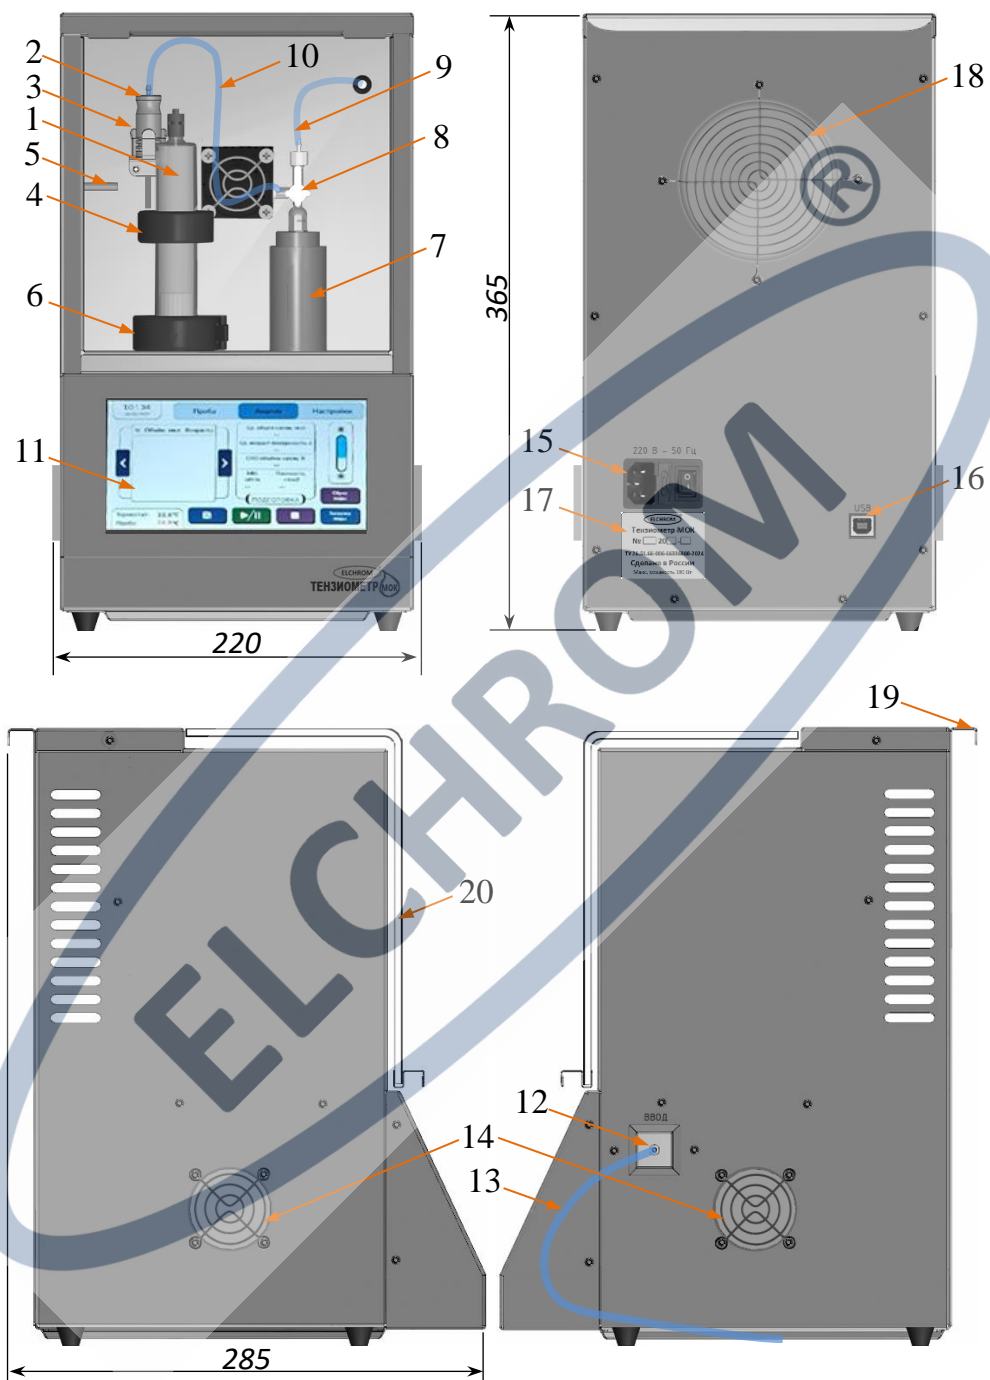

Рисунок 1. Общий вид и габаритные размеры прибора
5.1 Прибор выполнен в моноблочном конструктиве и оснащён сенсорным экраном (рис. 1).